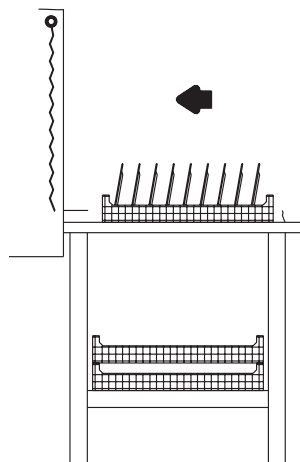

Abb. 23
- Drücken Sie START (10) oder (P9) beim elektronischen Modell erst, wenn das Gerät die Temperatur erreicht hat.
- Wählen Sie für das zu waschende Geschirr den passenden Spülkorb und beladen Sie denselben, wie folgt: (siehe Abb. 23).